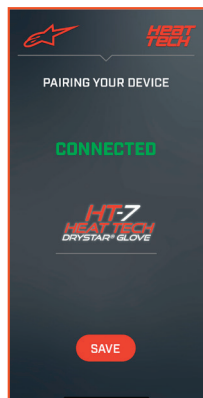

図 2
f. HT-7 HEAT TECH Drystar® グローブのペアリングが完了すると、スマートフォンの画面に「接続完了」と表示されます (アプリの図 2 を参照)。